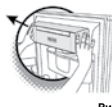

Рис. 3
- (рис. 3) высвободите и снимите поддон верхней дверцы